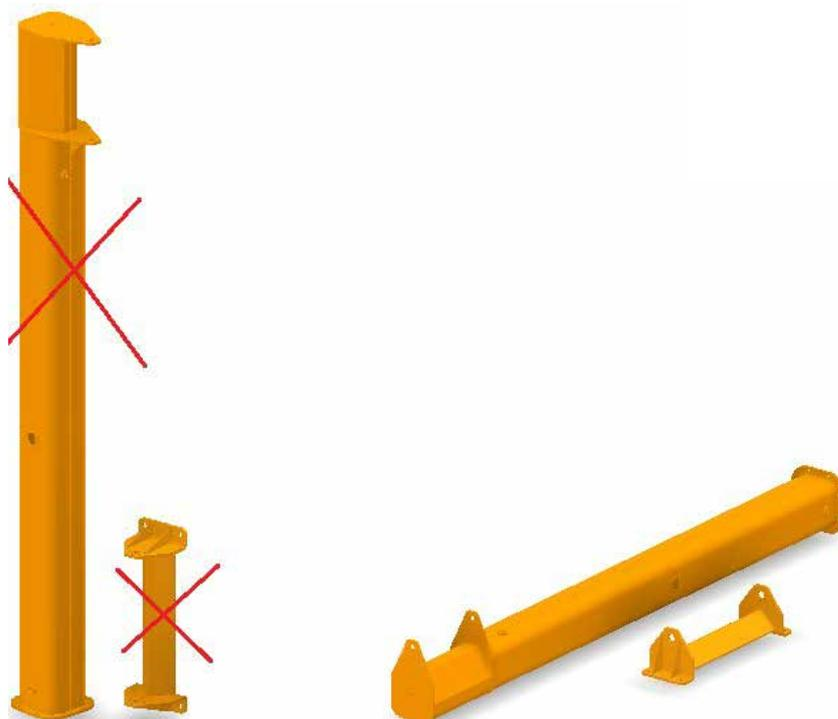

Abb.14
- ▶ Alle Teile oder Komponenten müssen in allen Handling-, Transport- und Lagerungsphasen stabil positioniert oder befestigt werden und dürfen nicht gekippt oder aufrecht oder auf die Seite gestellt werden (Abb. 14).